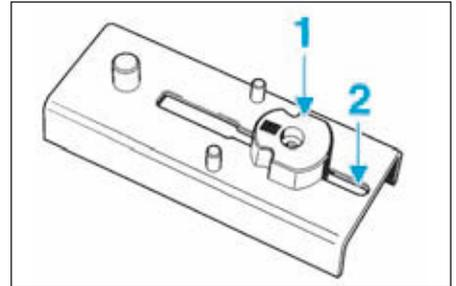

FIG.90
- Faire glisser le support coussinet approprié (1) de l'outil [6] dans la rainure (2) du socle de l'outil [1] (Fig.90).